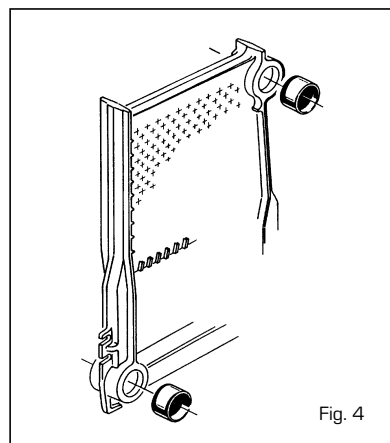

Fig. 4
- preparar um dos elementos intermédios com buracos de 1/2", colocando os bicones (fig. 4) depois de tê-los lubrificado com óleo de